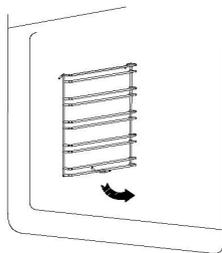

Рис. 2
3. Поверните решетку внутрь примерно на  $45^\circ$  (рис. 2).